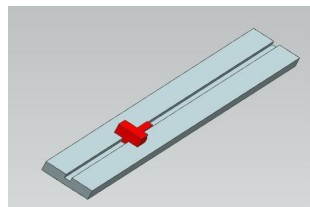
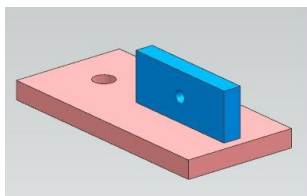

Рис.36
рис.37
•Ползун. Наиболее популярное применение этой кинематической пары показано на рис.36. Но в этом соединении необязательно наличие каких-то ползунков, по которым движется наш ползун. Пара взаимодействующих тел может быть очень простой (рис.37). В этой кинематической связи важно подчеркнуть, что одно тело движется относительно другого тела **строго по прямой**. Для этого
- Самостоятельно выполните несложный пример с *ползуном* (рис.36, 37).